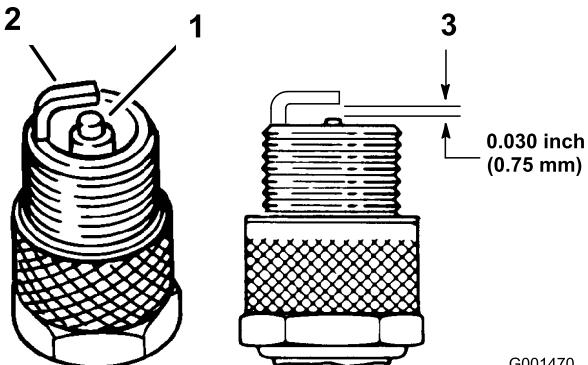

Figura 30
1. Mire la parte central de las bujías (Figura 30). Si se observa un color gris o marrón claro en el aislante, el motor está funcionando correctamente. Si el aislante aparece de color negro, significa que el limpiador de aire está sucio.
3. Compruebe la distancia entre el electrodo central y el electrodo lateral (Figura 30). Si la distancia no es correcta, doble el electrodo lateral (Figura 30).
3. Conecte los cables a las bujías (Figura 30).